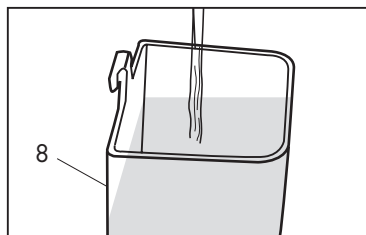

Fig. 2
- Remplir le réservoir jusqu'au niveau maximum (1,8 l) (**Fig. 2**).